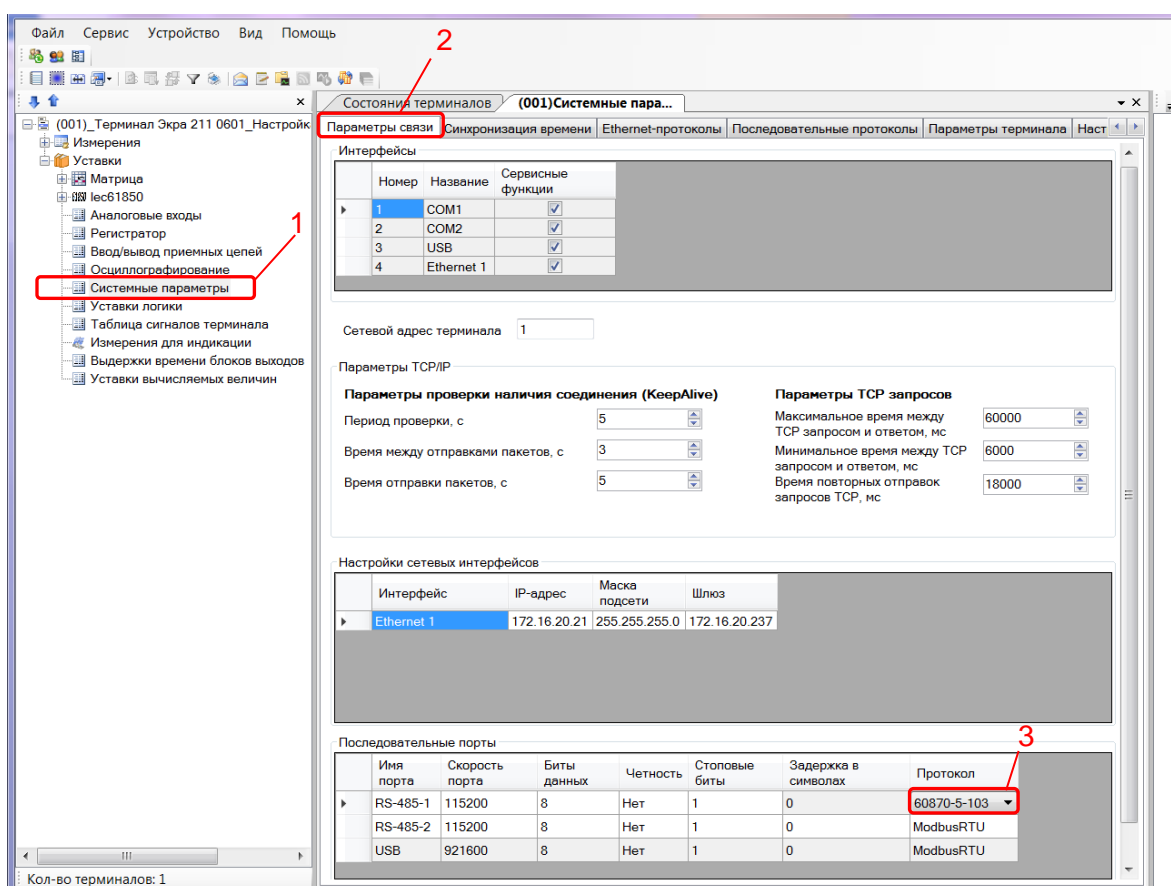

Рисунок 1 – Настройка параметров связи для протокола МЭК 60870-5-103
2.2.1 В «дереве» проекта программы АРМ-релейщика выбрать пункт меню **Уставки** → **Системные параметры** (см. рисунок 1, поз. 1), дважды щёлкнув левой кнопкой мыши на соответствующий пункт «дерева» проекта. Откроется окно **Системные параметры**.
2.2.2 На вкладке **Параметры связи** (см. рисунок 1, поз. 2) для соответствующего последовательного интерфейса в поле **Последовательные порты** выбрать протокол МЭК 60870-5-103: **60870-5-103** (см. рисунок 1, поз. 3).